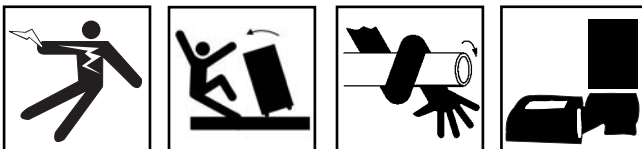

Figure 2 – Étiquette de sécurité
5. Vérifiez la lisibilité et la bonne fixation de l'étiquette de sécurité (Figure 2).